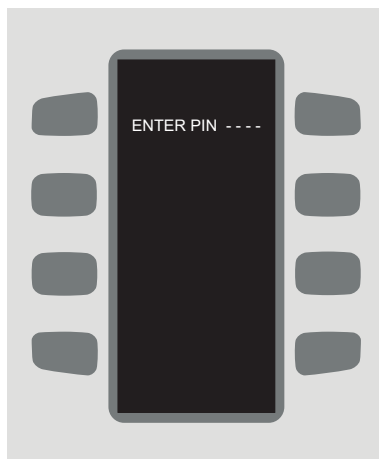

FIGURA 16: Pantalla Entrar PIN
2. Ingrese el código 8-4-3-3 (T-I-D-E) y presione INTRO (Figura 16).